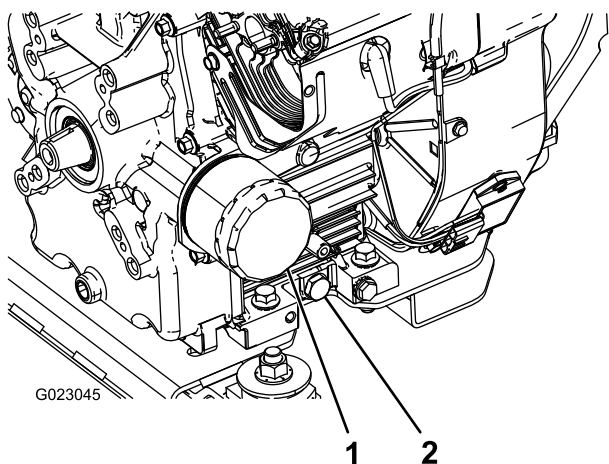

Figura 43
5. Îndepărtați buoul de golire (Figura 43).
2. Demontați filtrul de ulei (Figura 43).
5. Montați filtrul de ulei nou pe adaptor. Rotiți filtrul de ulei în sensul acelor de ceasornic până când garnitura din cauciuc intră în contact cu adaptorul filtrului, apoi strângeți filtrul cu încă jumătate (½) de tură (Figura 43).